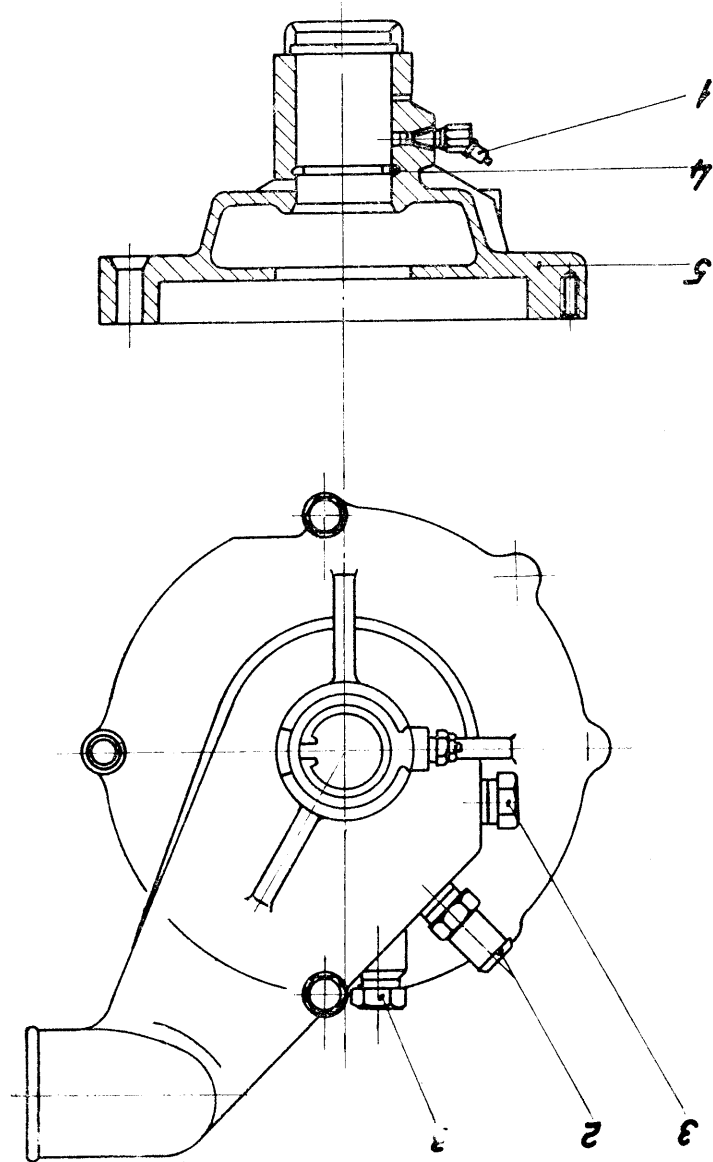

Abb. 51. Wasserpumpengehäuse, Unterteilbaugruppe.
3.8.1.2. Auseinanderbau des montierten Gehäuses (Abb. 51).